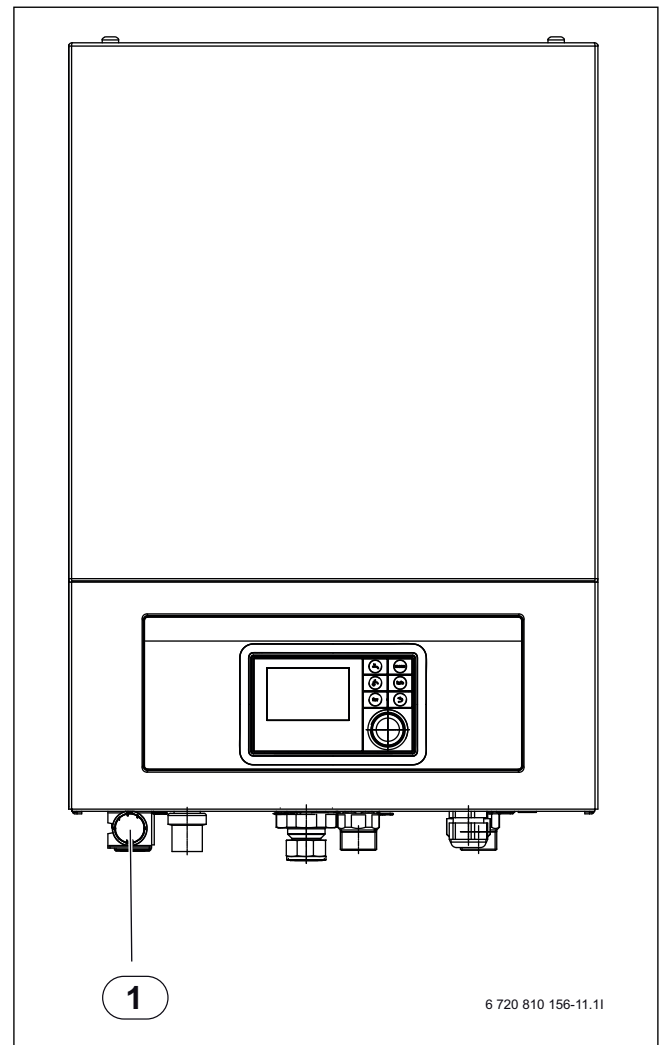
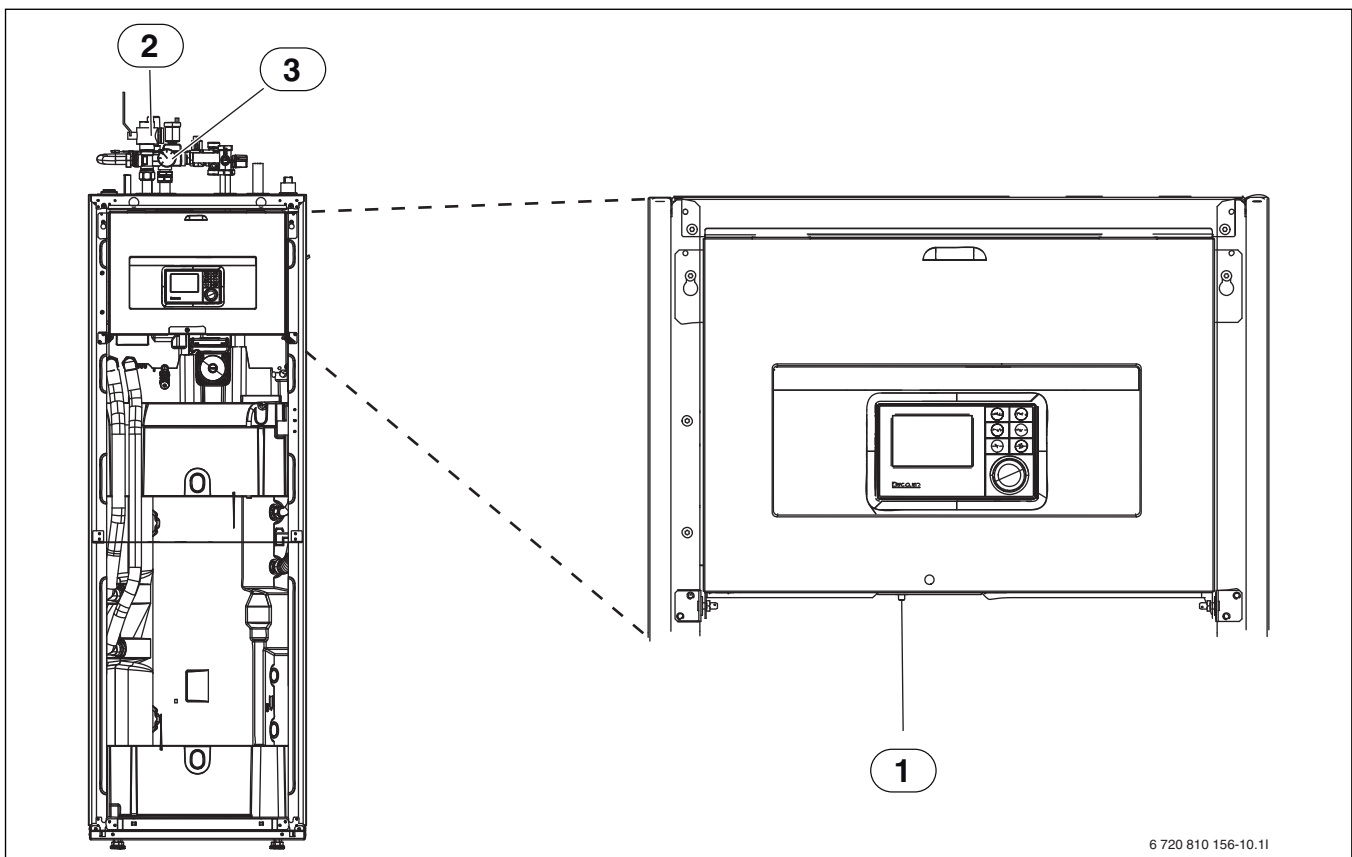

Bild 6 Inneneinheit IDUS B/E
Bild 8 Inneneinheit IDUS T/TS
- ▶ Druck am Manometer überprüfen (→ Bild 6 oder Bild 8).